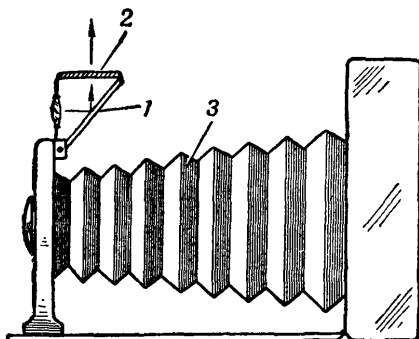

Рис. 14. Схема видоискателя, укрепленного на фотоаппарате:
Для наводки на предмет в каждом фотоаппарате имеется прицельное приспособление, называемое видоискателем. Очень часто, особенно в камерах старого образца («Фотокор»), видоискатель представляет собой маленький фотоаппарат, только без затвора с матовым стеклом или увеличительным стеклом позади объектива. Такой видоискатель в разрезе изображён, на рис. 14. Чтобы можно было видеть изображение, смотря на видоискатель сверху, лучи света, как это видно на рисунке, отражаются от наклонно поставленного зеркальца (1) и только после этого попадают на матовое стекло или линзу (2). Видоискатель укреплен на фотоаппарате (3) таким образом, что его ось параллельна оси главной камеры. Всё, что видно в видоискателе, получится на пластинке или плёнке.